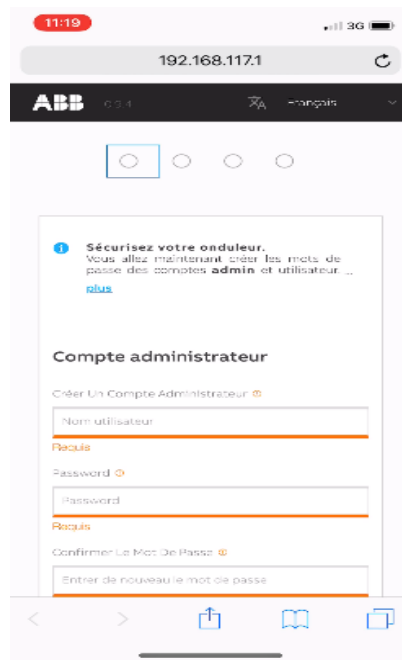

Figure 9
- c) Utiliser le navigateur Google Chrome afin d'ouvrir l'interface avec l'adresse <http://192.168.117.1> et créer un compte « *administrateur* » (monitoring/réglages) protégé par mot de passe (USER : **ecoapex4** & MDP : **ecoapex4**) ainsi qu'un compte « *utilisateur* » (cf. Figure 9).